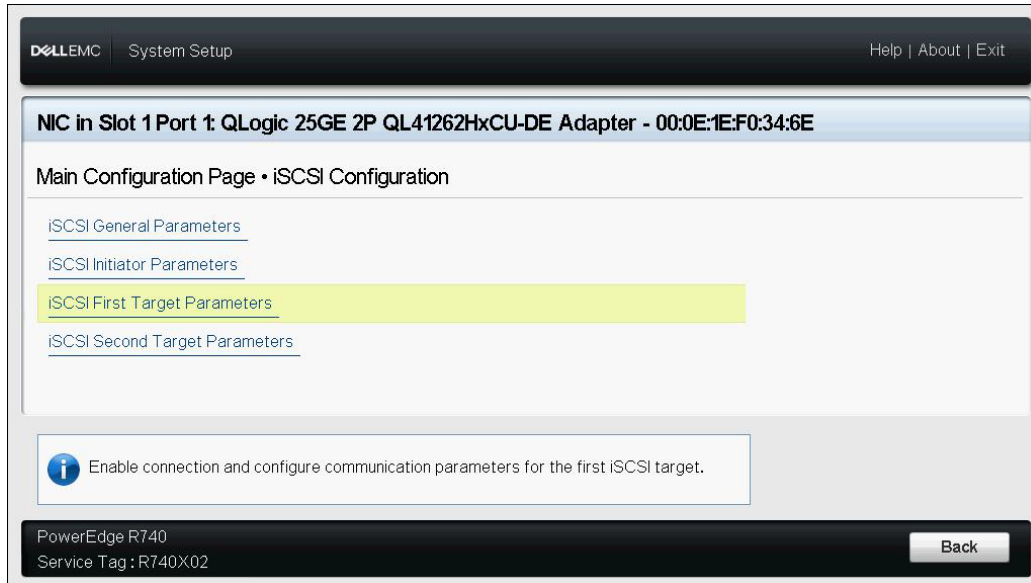

Figure 9-11. Configuration du système : Sélection des paramètres de la première cible iSCSI
8. Sélectionnez **Paramètres de la première cible iSCSI** (Figure 9-11) et appuyez sur ENTRÉE.